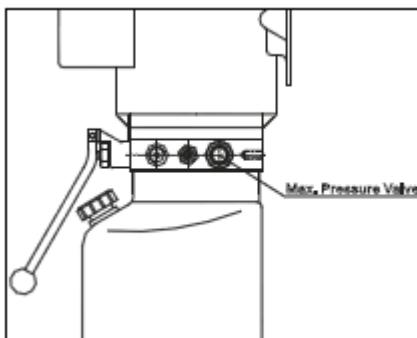

**Рис. 12** Правильное распределение веса автомобиля
Необходимо установить автомобиль на подъемнике таким образом, чтобы его вес был правильно распределен на лапах (рис.12). Для безопасности подъемника и сотрудника следует помнить:
- ◆ Автомобиль правильно расположен на подъемнике (рис.12)